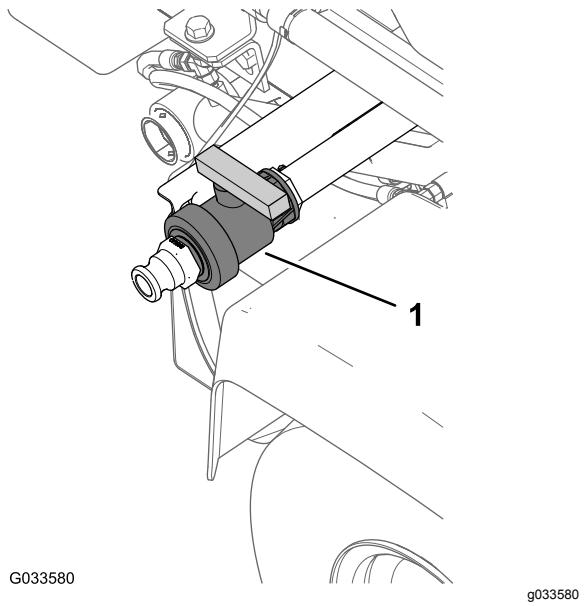

Figura 82
2. La valvola di spurgo del serbatoio è situata sul lato sinistro della macchina (Figura 82).